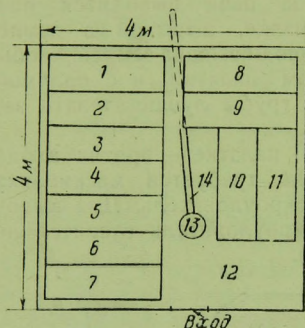

Рис. 17. Расположение людей в палатке зимой:
69. Вместимость палатки зимой 10—12 человек: люди лежат на полу или на невысоких нарах (рис. 17).